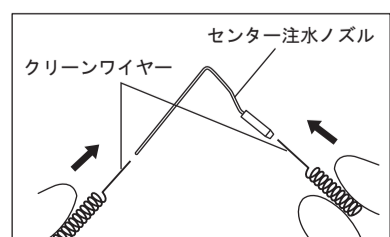

図13
- 1) 付属のクリーンワイヤーでセンター注水ノズルおよび外部注水ノズル内部を清掃してください。(図13、14)